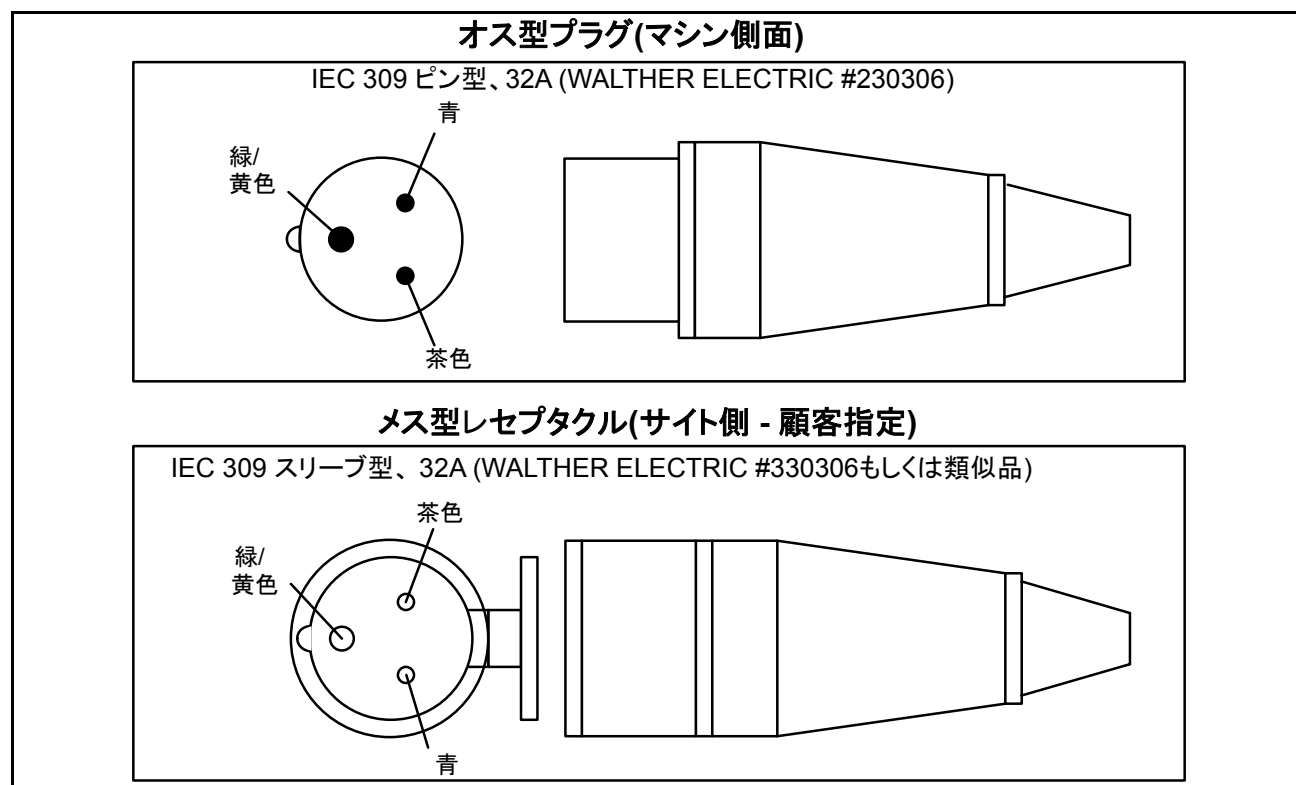

図 3-16 : ヨーロッパ (EU) のプラグおよびレセプタクルの要件
プラグとレセプタクルの設備には、IEC 309 スリーブ型レセプタクル（Walther Electric #330306 または同等品）を使用します。図 3-16 のヨーロッパ (EU) のプラグとレセプタクルの図を参照してください。